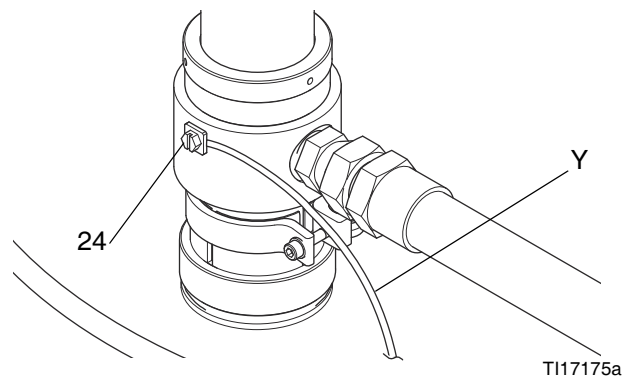

FIG. 9
Pompe : Raccorder le fil de terre (Y) à la vis de mise à la terre (24) et bien la serrer. Voir FIG. 9. Branchez l'autre extrémité du câble à une véritable prise de terre. Veiller à se conformer aux réglementations nationales, régionales et locales relatives aux installations électriques.